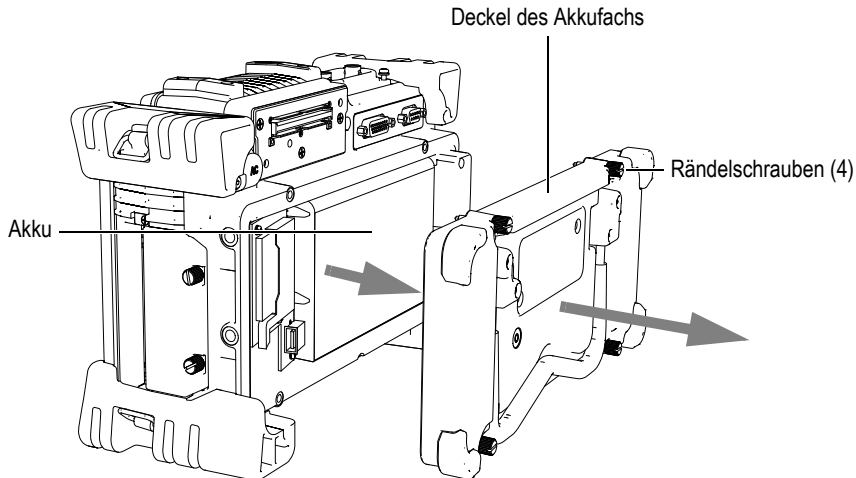

Abbildung 2-5 Öffnen des Akkufachs
Der Akku befindet sich in einem von der Rückseite des EPOCH™ 1000-Geräts zugänglichen Fach (siehe Abbildung 2-5 auf Seite 46).
2. Die vier Rändelschrauben des Akkufachdeckels hinten am Gerät aufschrauben (siehe Abbildung 2-5 auf Seite 46).
Drücken Sie die Direktzugriffstasten **[ANGLE]** oder **[GAIN]** um den Parameter **Winkel** oder **dB** auszuwählen. Wenn der Parameter ausgewählt ist, wird er gelb hervorgehoben (siehe Abbildung 2-5 auf Seite 46). Der Wert des Parameters wird mit dem Drehknopf oder mit den Pfeiltasten **[AUF]** und **[AB]** eingestellt.